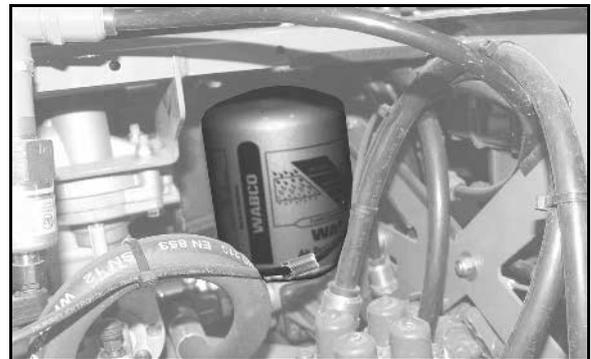

Fig. 176
- Hay que observar que el gato se haya colocado de forma segura en el casquillo (Fig. 176/1).